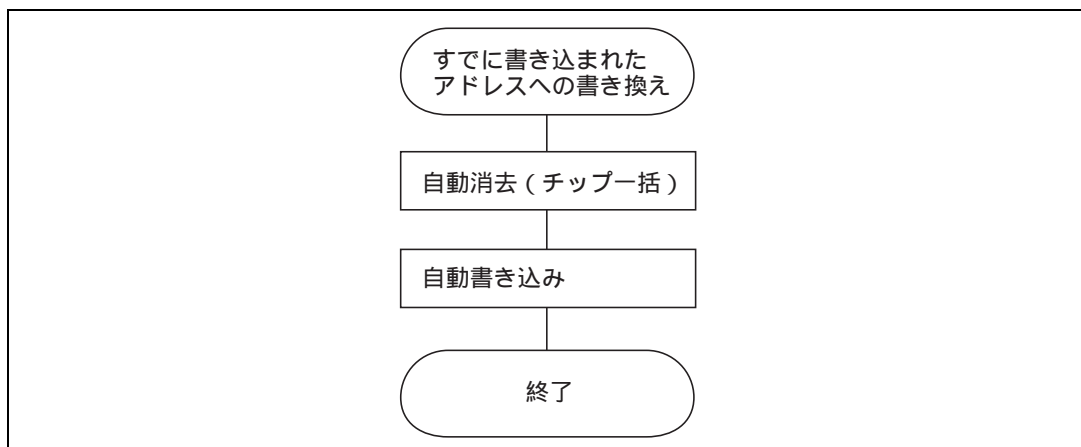

図 18.24 すでに書き込まれたアドレスへの書き換え
- (1) すでに書き込まれたアドレスへの書き換えは、自動消去を行った後に自動書き込みをしてください。(図18.24参照)
- (2) オンボード書き込み/消去を行ったチップに対して、それをライターを用いて書き換えを行う場合は、自動消去を行った後に自動書き込みを行うことを推奨します。